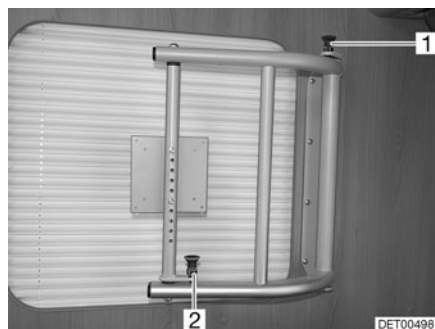

Fig. 10 Soporte con brazo giratorio
- Girar la pantalla plana de regreso a la posición inicial hasta que los dos botones de desbloqueo (Fig. 10, 1 y 2) engatillen.